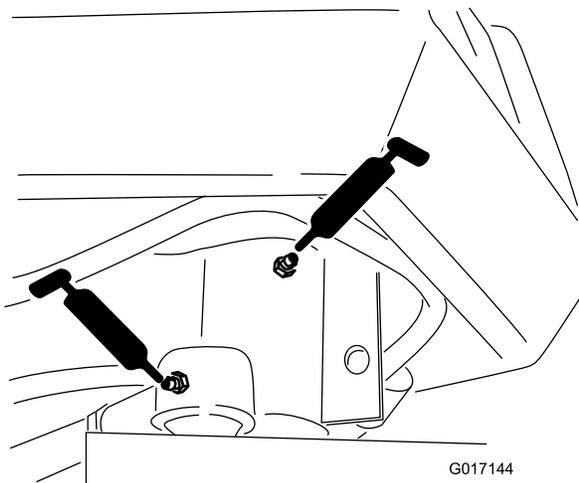

図 32
- ステアリングフォークのシャフト1か所 図 32
- ステアリングシリンダロッドの端部 図 32